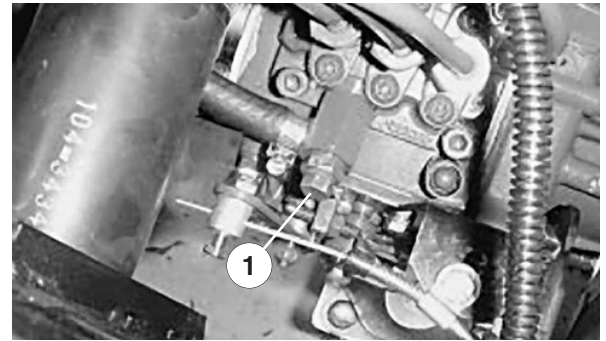

Bild 12
3. Öffnen Sie die Entlüftungsschraube an der Einspritzpumpe (Bild 12).